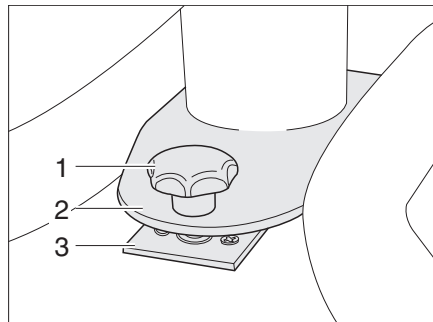

Bild 98 Arretierung fester Tisch
- Den festen Tisch mit der Lochplatte (Bild 98,2) auf die Halterung (Bild 98,3) stellen.
- Den festen Tisch so verschieben, dass die Halteschraube (Bild 98,1) in die Halterung (Bild 98,3) geschraubt werden kann.